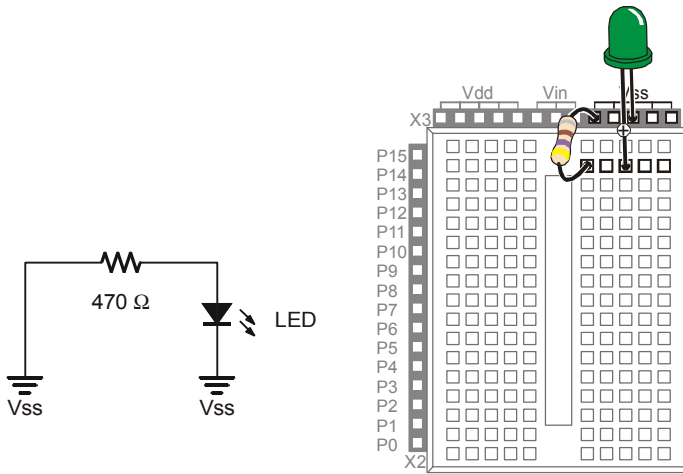

Figura 2-10
Nel prossimo Esercizio, programmerete il BASIC Stamp per accendere il LED, quindi per spengerlo, e così via. Il BASIC Stamp lo farà collegando il circuito del LED a due diversi connettori, Vdd e Vss. Avete appena finito di lavorare al circuito dove la resistenza è collegata a Vdd, ed il LED emette luce. Fate i cambiamenti mostrati nella Figura 2-10 per verificare che il LED si spengerà (non emetterà luce) quando il terminale della resistenza è scollegato da Vdd e collegato a Vss.
- √ Scollegare il terminale della resistenza che è collegato nel connettore Vdd, e collegatelo in un connettore marcato Vss come mostrato nella Figura 2-10.